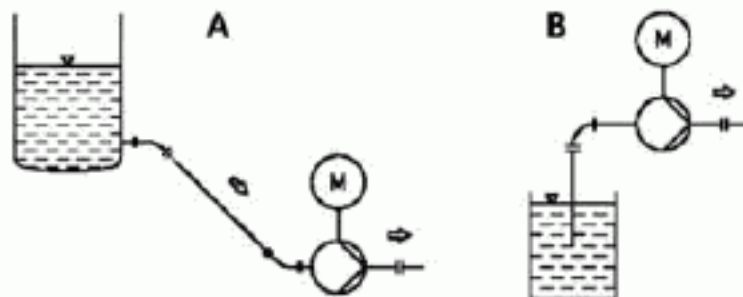

Рисунок 9. Расположение насоса
- При подаче воды из емкости расположенной ниже агрегата приемное отверстие всасывающей линии (см. рисунок 9 В, 11) должно находиться ниже уровня жидкости, и обязательно применение фильтра и обратного клапана, для исключения утечки воды после остановки насоса.